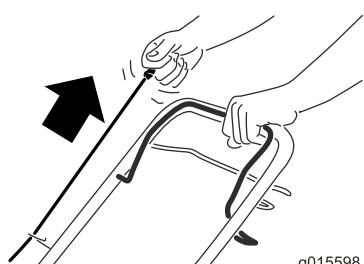

Figura 17
- Tire del arrancador de retroceso (Figura 17).